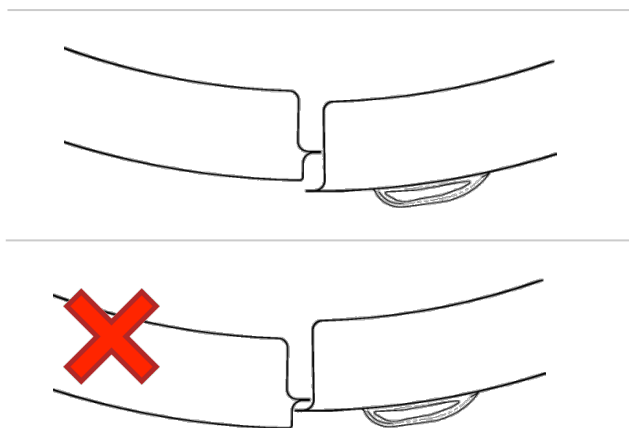
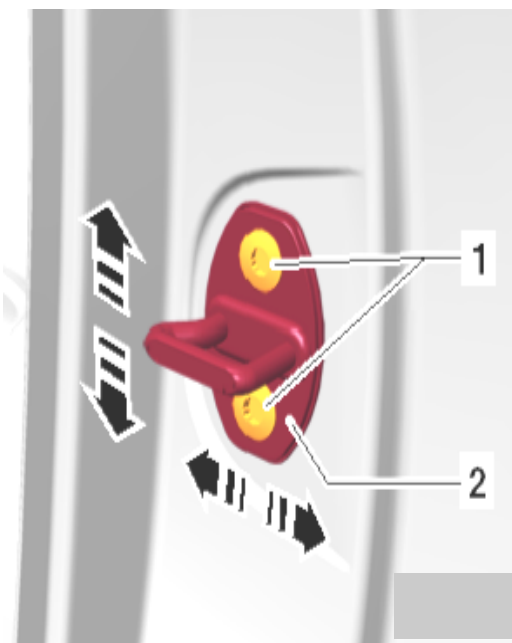

Fig.1
Fig.2
**Verificare dapprima il corretto allineamento dei portelloni.** Nel caso in cui i bordi delle portiere non risultino perfettamente allineati (fig.1,fig3), effettuare la registrazione attraverso il riscontro/gancio (fig.2) e/o le cerniere. Nel caso di portelloni scaduti, se necessario sostituire le cerniere o eseguirne un rinforzo.